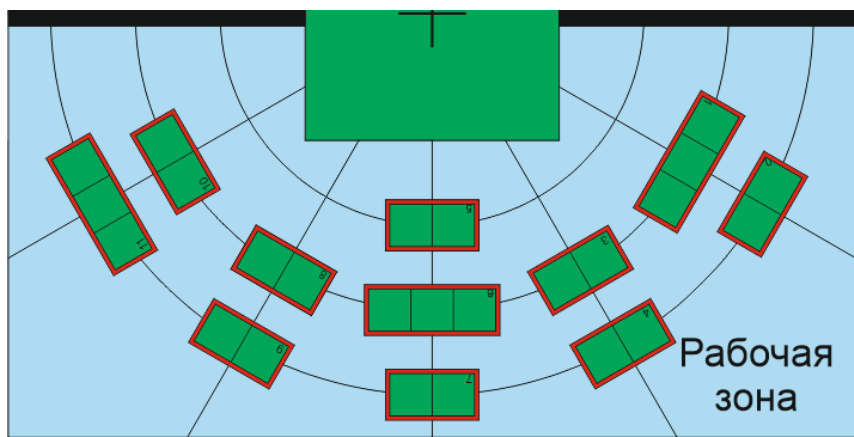

Рис. 21
4. Фигуру необходимо установить в зоны 2,3,4,5,7,8,9,10 (Рис. 21).